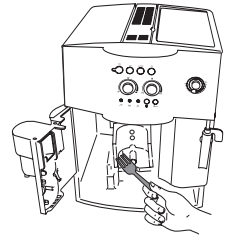
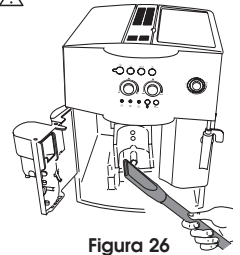

Figura 25
Figura 26
- Limpie cuidadosamente el interior de la máquina rascando con un tenedor de plástico o de madera (Figura 25) y luego elimine los residuos con una aspiradora (Figura 26).